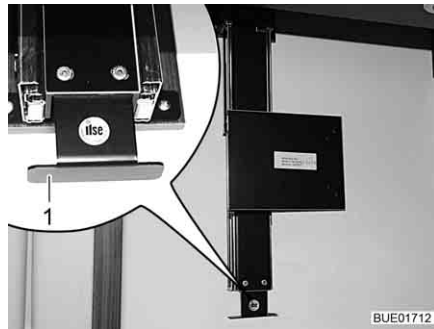

Bild 67 Halterung hinter Hängeschrank
- Auszug am Griffstück (Bild 67,1) bis zum Anschlag nach unten ziehen.